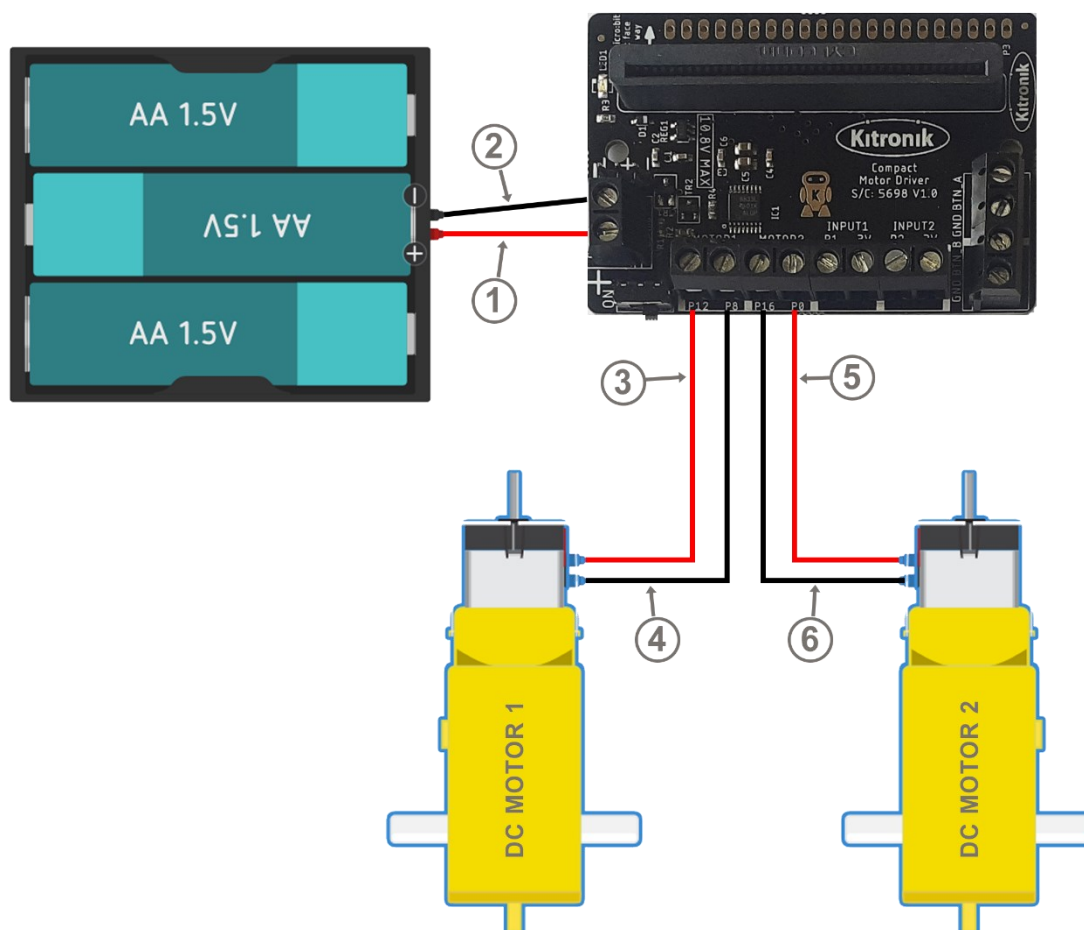

Figure 19: Le circuit de base de la voiture robotique
Les Figures 19, 20 et 21 montrent un diagramme et quelques images indicatives du circuit. Pour connecter le support de piles au contrôleur de moteur Compact, vous devez : connecter le positif (+) du support de piles au terminal d'alimentation du contrôleur de moteur (1) et le négatif (-) à la masse du contrôleur de moteur (2). Pour cela, vous aurez besoin d'un petit tournevis pour desserrer et serrer les connecteurs respectifs. Ensuite, vous devez connecter les deux moteurs à engrenages DC au contrôleur de moteur Compact. En utilisant à nouveau un petit tournevis, connectez une des broches du moteur DC 1 au terminal P12 (3) et l'autre au terminal P8 (4). Répétez le même processus pour le moteur DC 2 en connectant une broche au terminal P0 (5) et l'autre au terminal P16 (6).